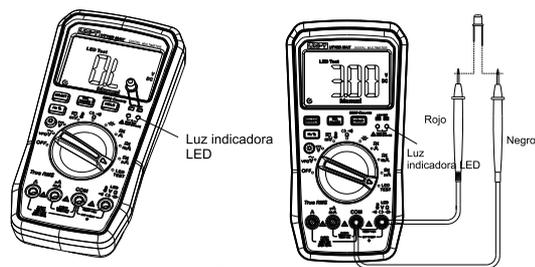

Figura 9
9. Medición LED (UT18B MAX) (Figura 9)